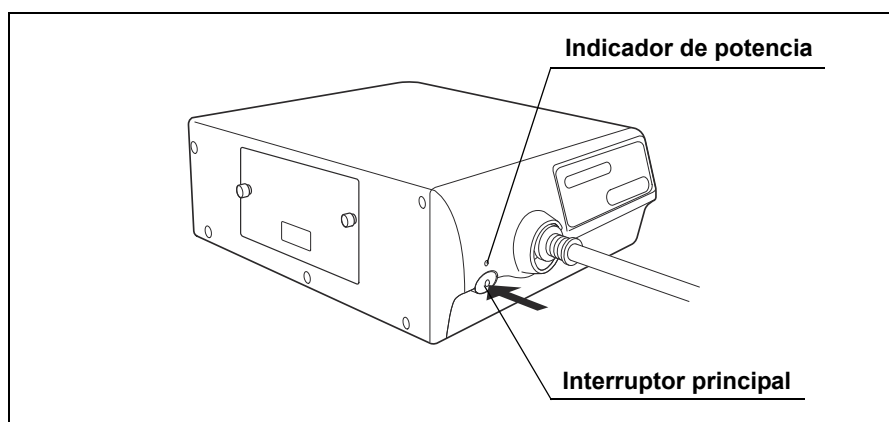

Figura 3.3
7. Presione el interruptor principal de la fuente de luz. El indicador de potencia se iluminará (véase la figura 3.3).